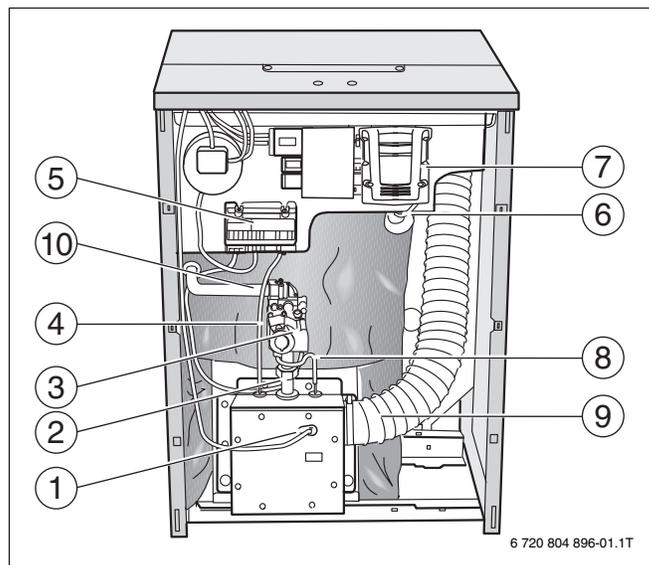

Fig. 38 Vue de face
10. Desserrer le tuyau d'arrivée d'air (→ fig. 38) et le détacher du caisson du brûleur.